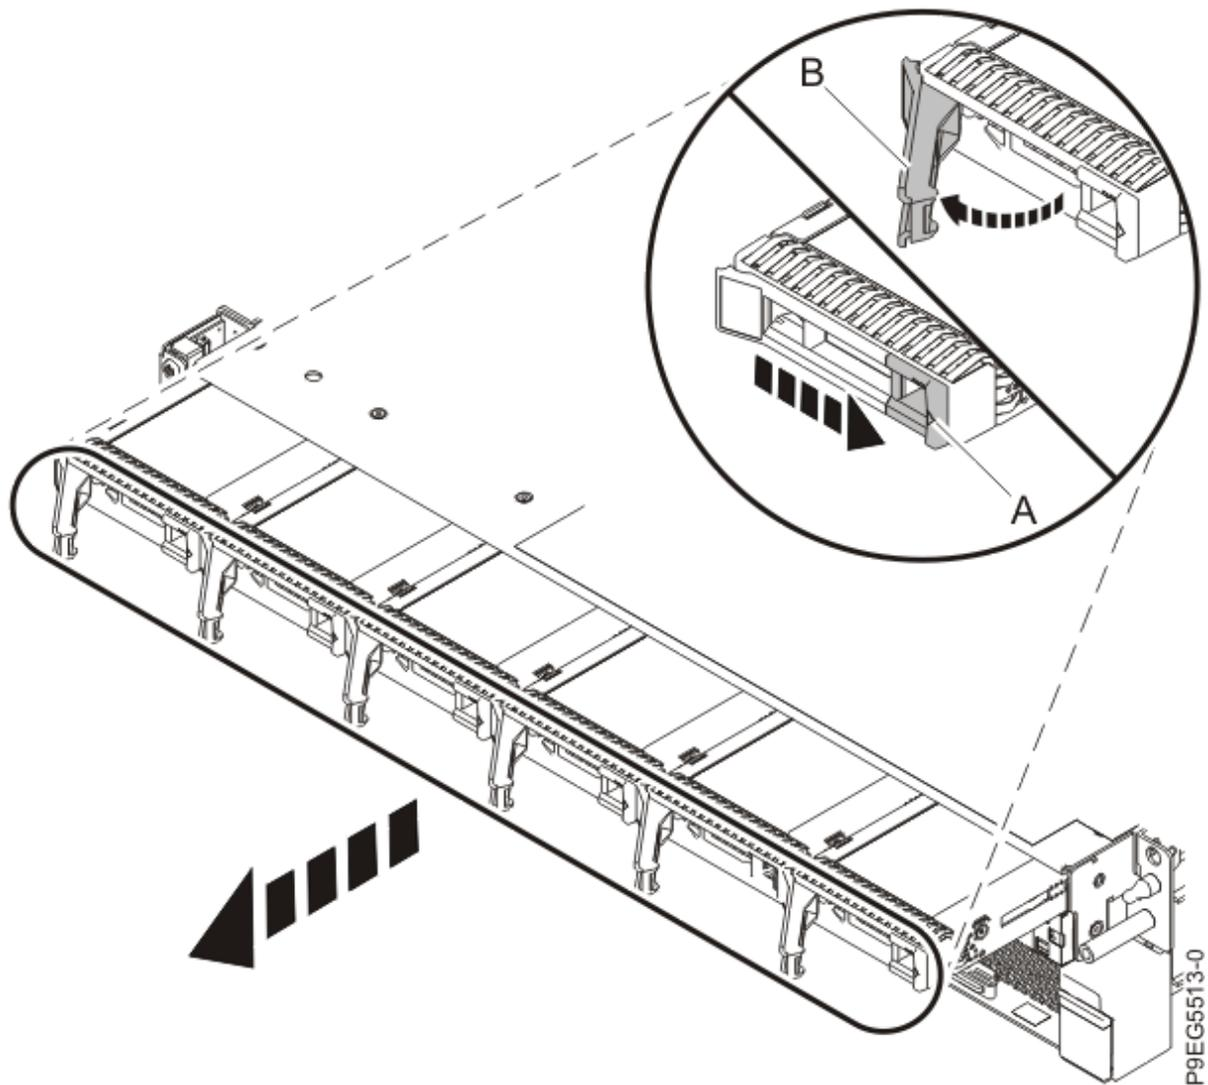

Figure 10. Retrait partiel des unités frontales
5. Débranchez les unités frontales sans les retirer de leurs emplacements. Tirez suffisamment les unités pour qu'elles n'interfèrent pas avec le retrait du fond de panier d'unité de disque, comme illustré à la Figure 10, à la page 12.